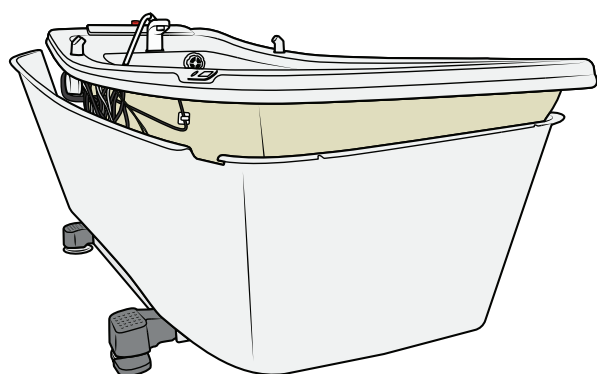

Figure 138
1. Placez le cache extérieur autour de la baignoire, au-dessus des pieds de la baignoire. Voir Figure 138.